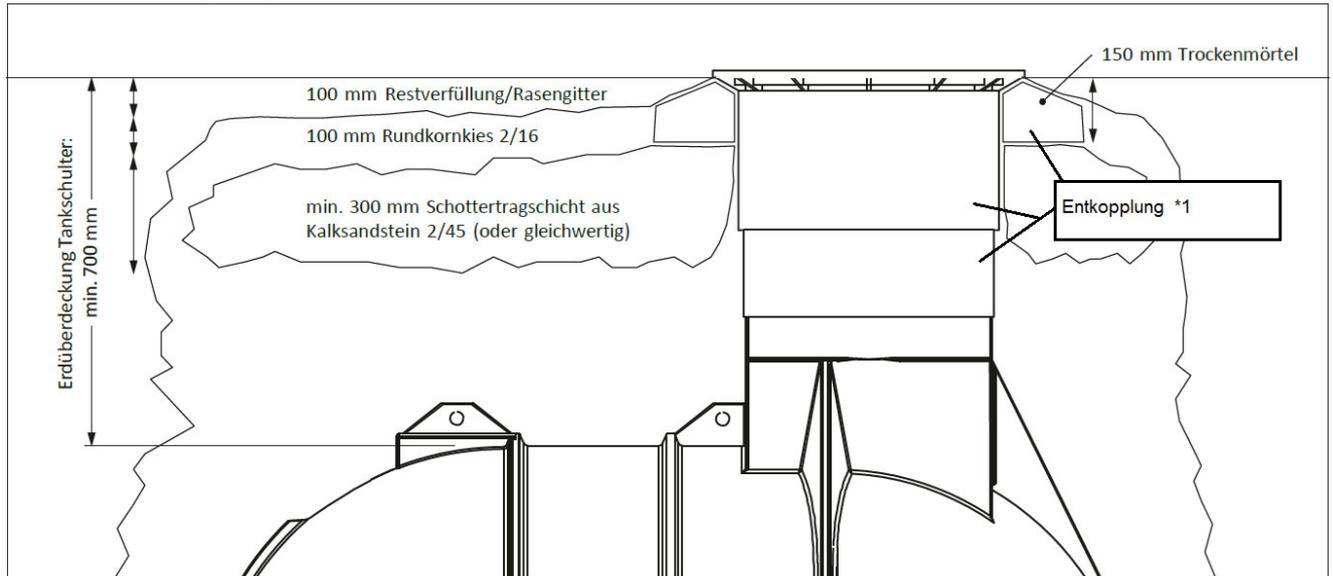

Abbildung 5: Bauseitige Herstellung eines befahrbaren Überbaus mit Teleskopdom
Der Erdtank ist für Verkehrsflächen der Klasse A nach EN 124 vorgesehen (Radfahrer, Fußgänger) und unter Einhaltung spezieller Einbaumaßnahmen PKW-befahrbar: **PKW-befahrbarer Teleskopdom ZZ.TB.0003**, belastbar bis 600 kg Radlast (niedrige Geschwindigkeit überfahrbar, Mindesterdüberdeckung der Tankschulter (Hü) = 700 mm ==> siehe Abbildung 5).
- Ergänzend zur Schottertragschicht wird **unterhalb des Rahmens des Teleskopdoms** eine ca. 150 mm hohe Unterfütterung aus Trockenmörtel (Fertigmischung aus dem Baumarkt) aufgebracht. Diese Schicht muss umlaufend min. 200 mm breit sein und ist direkt am Teleskopdom auszuführen. **Entkopplung *1 Abbildung 5**
In ==> Abbildung 5 sind die verschiedenen Schichten am Beispiel eines Smart 3300 L Erdtanks dargestellt.